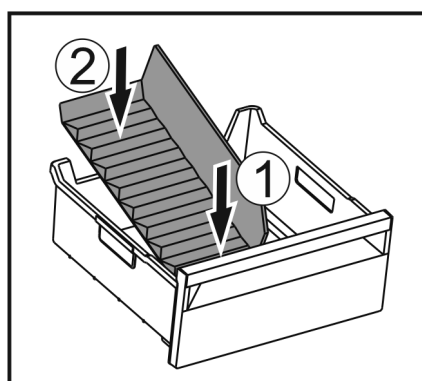

Fig. 35
- Сначала устанавливайте разделитель спереди Fig. 35 (1).
- Опустите заднюю часть Fig. 35 (2).